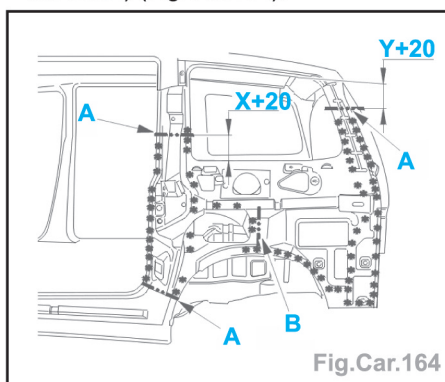

Fig.Car.164
- Tracer, puis découper (coupe provisoire suivant **A**) (Fig.Car.164).